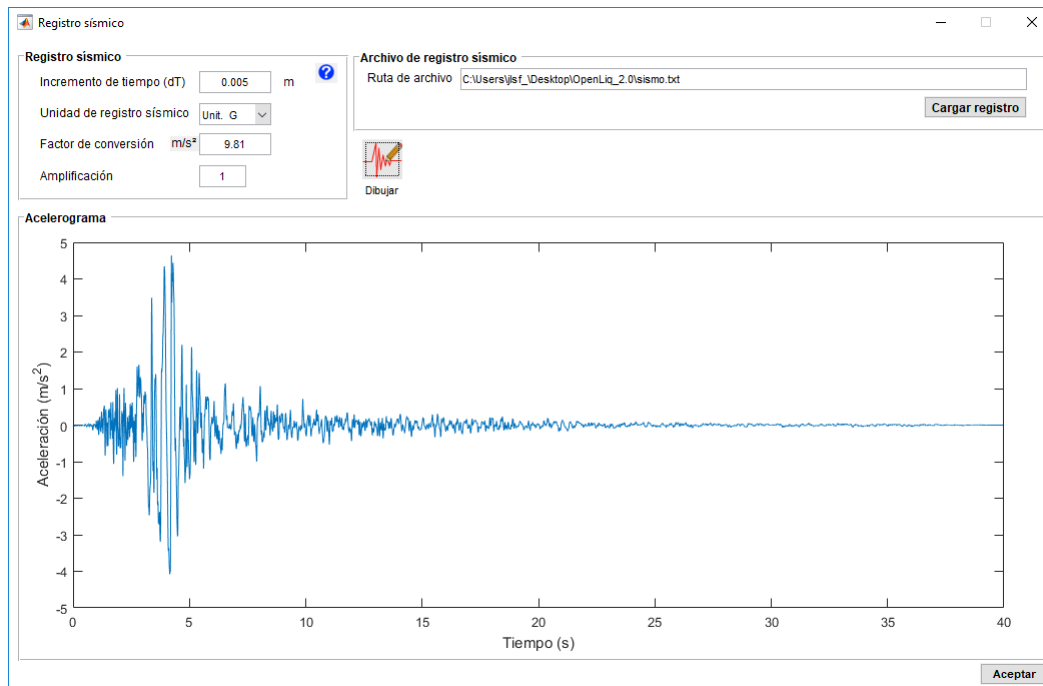

Figura 3.9: Definición de fuerza sísmica
- En el menú desplegable haga clic en la opción **Registro sísmico** ó en el icono  de la barra de herramientas. Esta acción permitirá desplegar la ventana **Registro sísmico** (Ver figura 3.9).